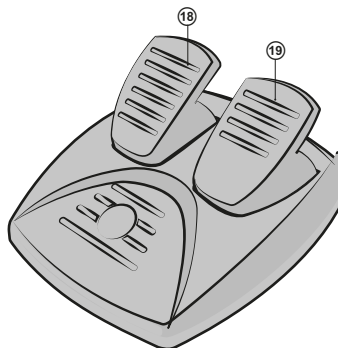

Рис. 3. Блок педалей
- Подключите к устройству блок педалей (см. рис. 3) с помощью встроенного в блок кабеля ⑰ к разъему RJ-11 ⑱, а потом подключите само устройство кабелем USB ⑲ к свободному порту USB компьютера.